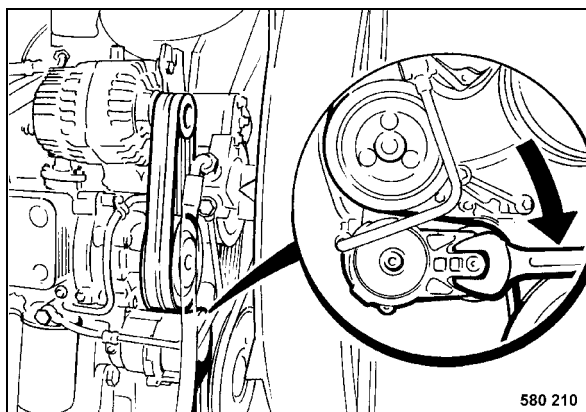

Fig. 132
- Empujar el rodillo tensor (Fig. 132) en sentido de la flecha hasta la correa trapezoidal con nervios queda libre.